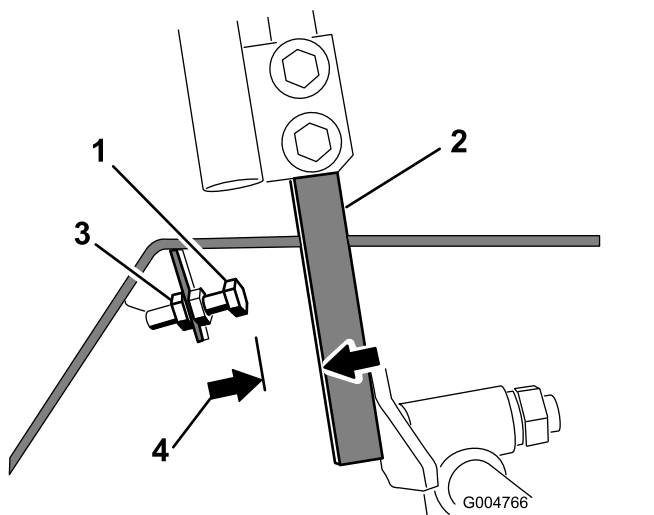

図 58
4. コントロールレバーのストップボルトについているジャムナットをゆるめる(図 58)。